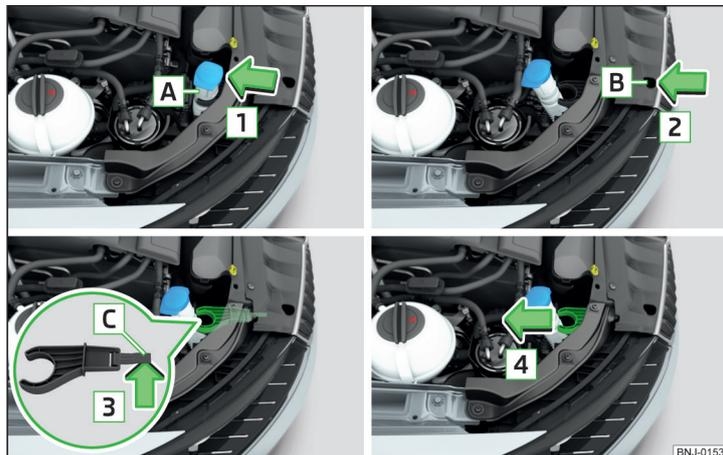

Fig. 205 Démontage du support de la tubulure du réservoir d'eau de lavage
- Détachez le support du réservoir **A** du support dans le sens de la flèche **1** » fig. 205.
- Insérez le support de la tubulure du réservoir dans le sens inverse de la flèche **4** » fig. 205.